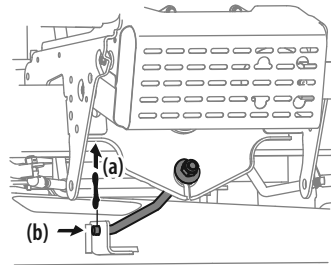

Figure 32
9. Pour les plateaux de coupe de 36, 42 et 46 po, retirez la goupille fendue (a) qui retient la tige de relevage (b) du plateau. Faites glisser la tige de relevage du plateau hors du support soudé. Voir Figure 32.